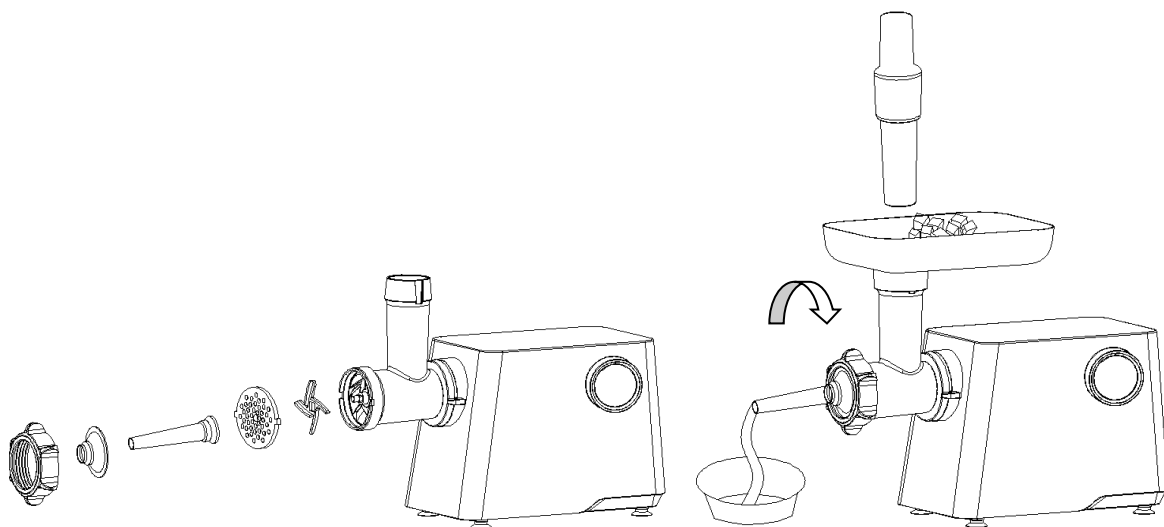

Abb. 11
- Legen Sie das Fleisch auf die Einfüllschale und verwenden Sie den Stopfer, um das Fleisch in den Einfülltrichter zu drücken, um die Wurst herzustellen (Abb. 11).